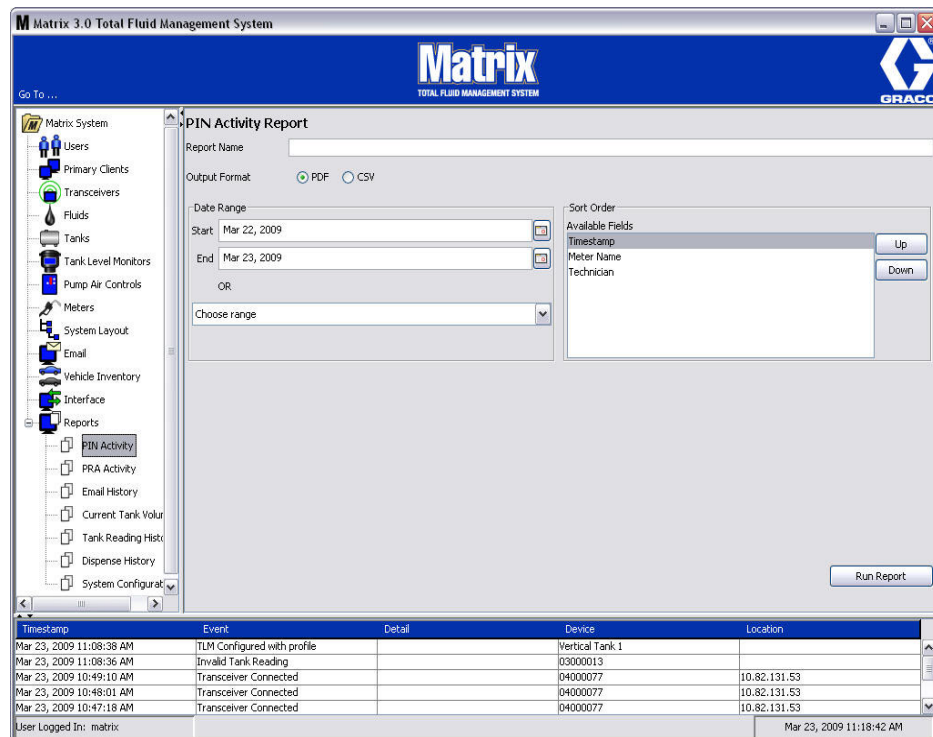

FIG. 167
- **Activité de NIP (FIG. 167) :**